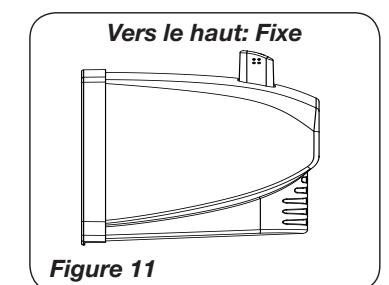

Figure 11
4. **OSCILLATION:** Enfoncer le bouton d'oscillation situé sur le carter du moteur pour faire osciller la tête du ventilateur. (Figures 11 and 12)
- OSCILLATION:** Push down oscillation knob on motor housing to make Fan head move from side to side. (Figures 11 and 12)